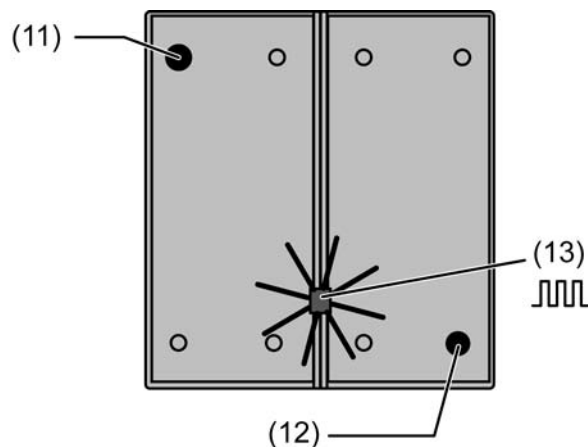

Bild 3: Tasten zur Aktivierung des Programmiermodus
- Programmiermodus aktivieren. Dazu Taster oben links (11) drücken und gedrückt halten (siehe Bild 3). Dann zweiten Taster der Wippe 1 unten rechts (12) drücken. Der Programmiermodus ist aktiviert. Die Betriebs-LED (13) blinkt schnell (ca. 8 Hz).